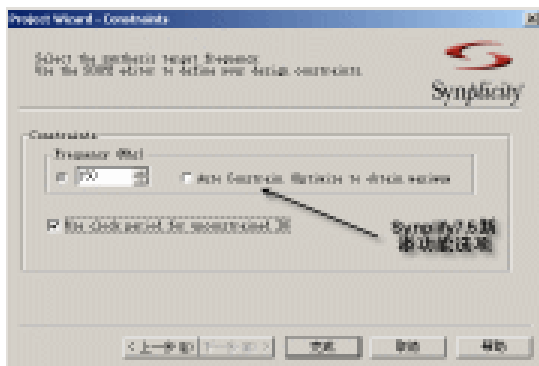

图4-9 设置工程默认频率
6. 单击 **下一步(N) >** 按钮设置工程频率，如图 4-9 所示。该处设置的频率是工程的全局频率，可以使用 SCOPE 详细设置综合过程约束条件。设计频率不易约束太高（过约束），也不易约束过低（必须满足设计要求），一般比设计需求频率高 5~10%。这里必须强调的一点是：通常只有非常简单的设计，或者单时钟设计才使用全局频率设置代替 SCOPE 中具体频率约束，对于复杂的设计不推荐笼统地使用全局频率设置，而应该在 SCOPE 中分别设置时钟、路径、I/O 等频率约束，否则可能会恶化优化结果。如果使用的软件版本是 Synplify Pro 7.5 以上版本，则由于本例所选器件族为 Virtex II Pro，所以此对话框中“Auto Constrain”选择栏有效，本例不选则“Auto Constrain”选项。在本对话框的最下面还有一个“Use clock period for unconstrained IO”选项，选择该选项则在最后综合优化时对于显化约束 I/O 属性的端口，遵从事先做好的显化约束属性；对于未做显化约束的 I/O，使用默认的时钟频率进行约束。不选则该选项则对所有的 I/O 都以默认的时钟频率进行约束。默认情况下是选择该选项，使手动做的显化约束优先级高于默认情况。